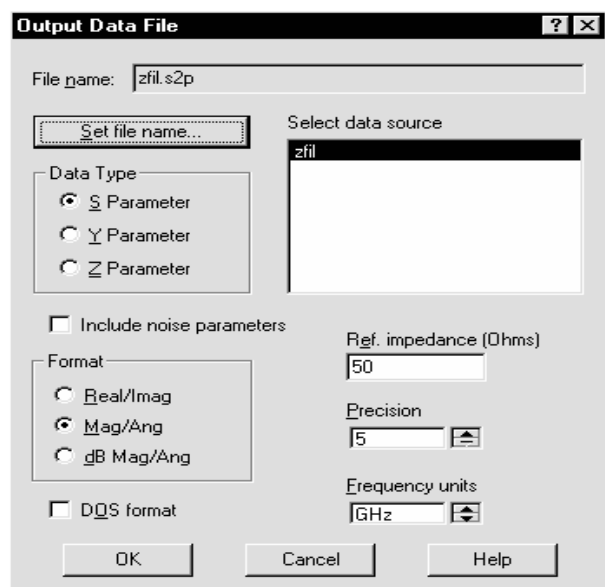

Рис. 2.22
3. Выберите **Add Port Parameter** (Добавить параметр порта), откроется окно (см. рис. 2.22) **Output Data File** (Выходной файл данных).